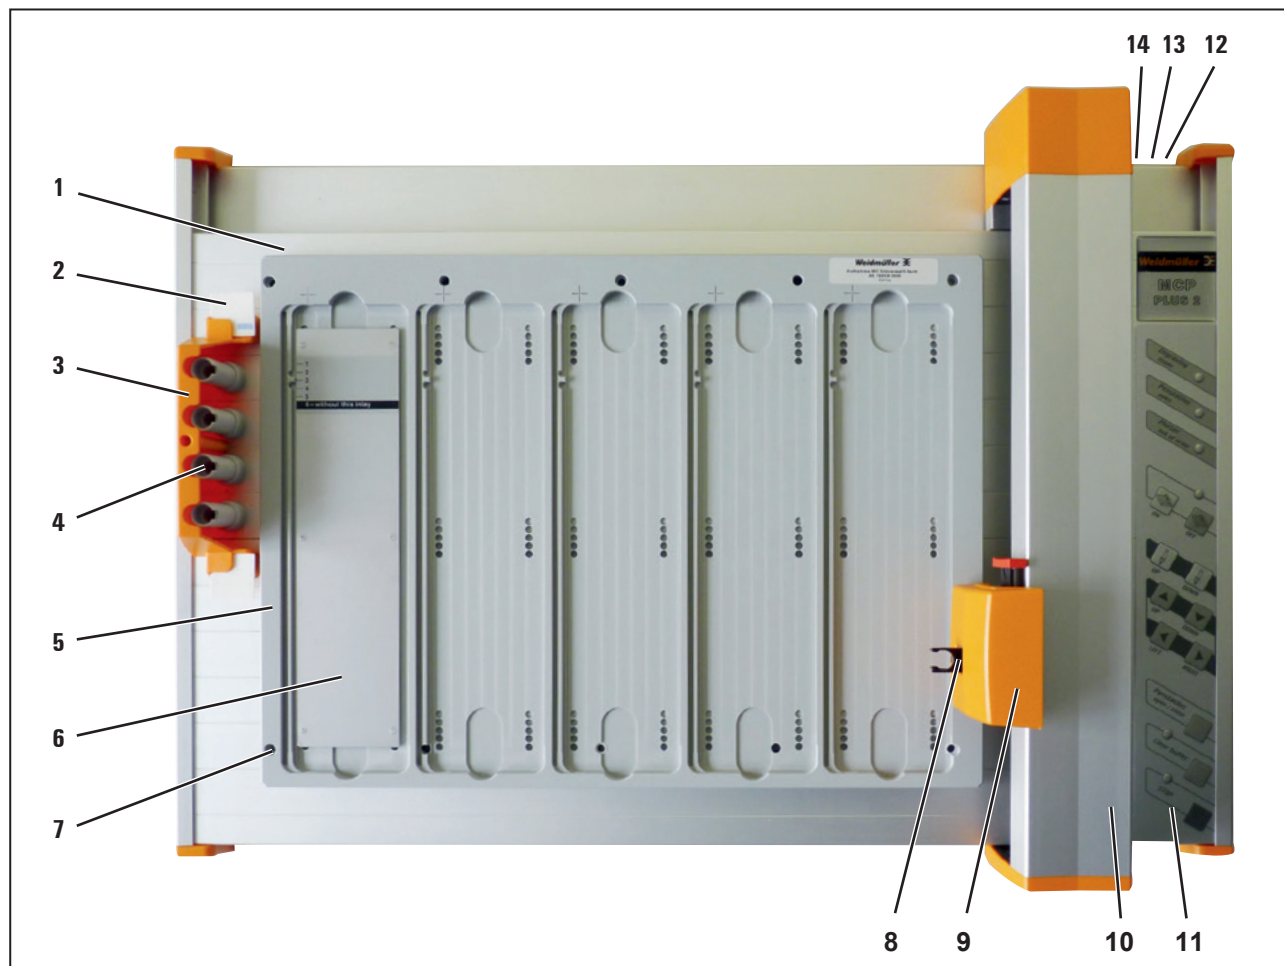

Fig. 4.1 Aperçu du produit
- Enfichez le câble de raccordement secteur sur le traceur (voir fig. 4.1, numéro 12).
- Enfichez le câble USB sur le traceur (voir fig. 4.1, numéro 14), puis branchez-le sur le PC.